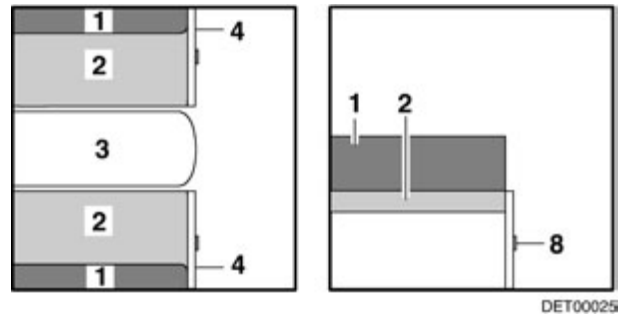

Fig. 71 Antes de ampliar
- Ampliar la mesa (Fig. 71,3) (véase apartado 7.7).
- Tirar del asidero (Fig. 71,8) y abrir la trampilla (Fig. 71,4).